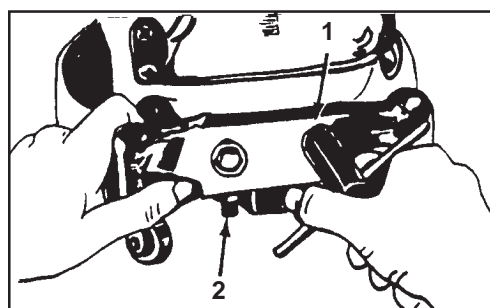

Figure 8
1. Avec la clé spéciale, desserrez l'écrou bloquant de chaque roulette. Voir (1) en figure 8.
2. Desserrez le contre-écrou. Voir (2) en figure 8.